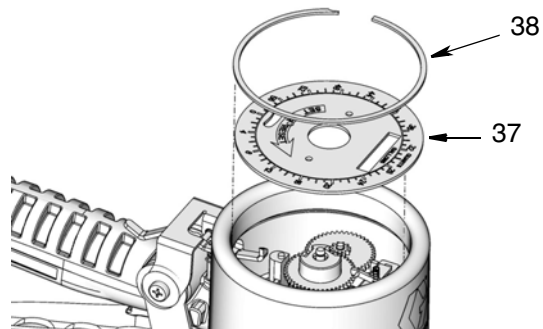

FIG. 33
3. Instale o painel frontal (37) e o prendedor grande de retenção (38) (FIG. 33).